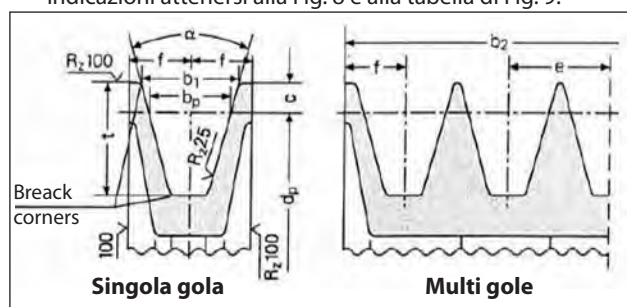

Fig. 8
- Utilizzare pulegge per cinghie trapezoidali con le dimensioni della gola prescritte /consigliate dal costruttore della cinghia utilizzata. In mancanza di indicazioni attenersi alla Fig. 8 e alla tabella di Fig. 9.